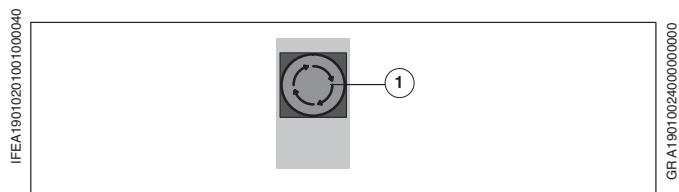

Рис. 10 Кнопка Аварийный останов
- ① **Нажать** на кнопку аварийного останова (Рис. 10/①): машина немедленно остановится.
- ② **Деблокировка** кнопки аварийного останова: повернуть в направлении стрелки.